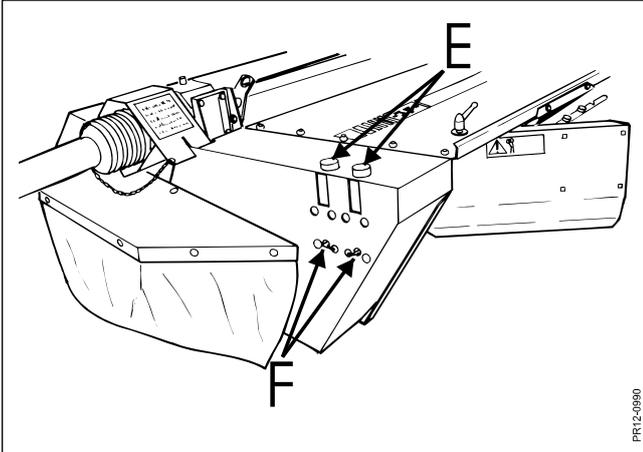

Fig. 4-7
**Fig. 4-7** La chaîne et les pignons d'entraînement sont lubrifiés par goutte à goutte. Remplir le réservoir d'huile **E** (1 sur les modèles SM et 2 sur les SC) avec de l'huile de chaîne de tronçonneuse. Refaire le niveau toutes les 20 heures de travail (0.5 litres).